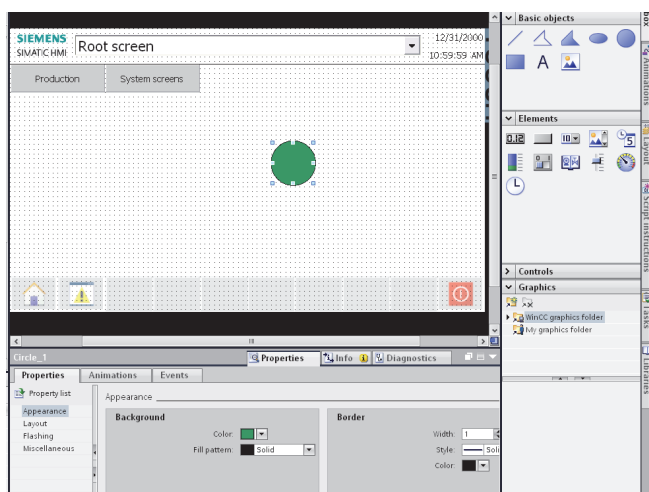

Рис. 1.34. Создание лампы
– Для выбора цвета включенной лампы в закладке «Properties» выбираем «Appearance» и выбрать «Color» (рис. 1.34)